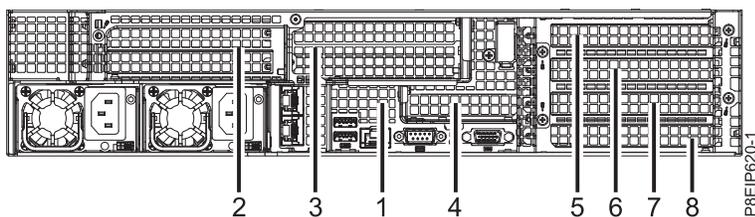

Figura 21. Posições do adaptador PCIe 8001-22C
2. Um adaptador de GPU pode compartilhar uma placa riser PCIe com outros adaptadores. Sistemas com um processador podem ter uma GPU na posição 3. Sistemas com dois processadores podem ter GPUs nas posições 3 e 5. A posição 3 é preferencial para obtenção do resfriamento ideal. Rotule e remova quaisquer cabos e plugues que se estendem para fora dos adaptadores. Consulte a Figura 21.